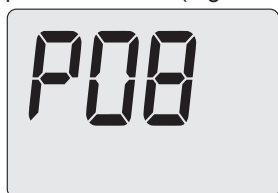

Figura 5.35
- Premere il tasto 14 fino a far apparire sul display LCD codice **P08**, indicante l'entrata nel "parametro P08" (Figura 5.35).
- Premendo il tasto 13 o 14 (Figura 5.31) si ottiene la conferma del valore inserito e si ritorna alla lista parametri (Figura 5.35).